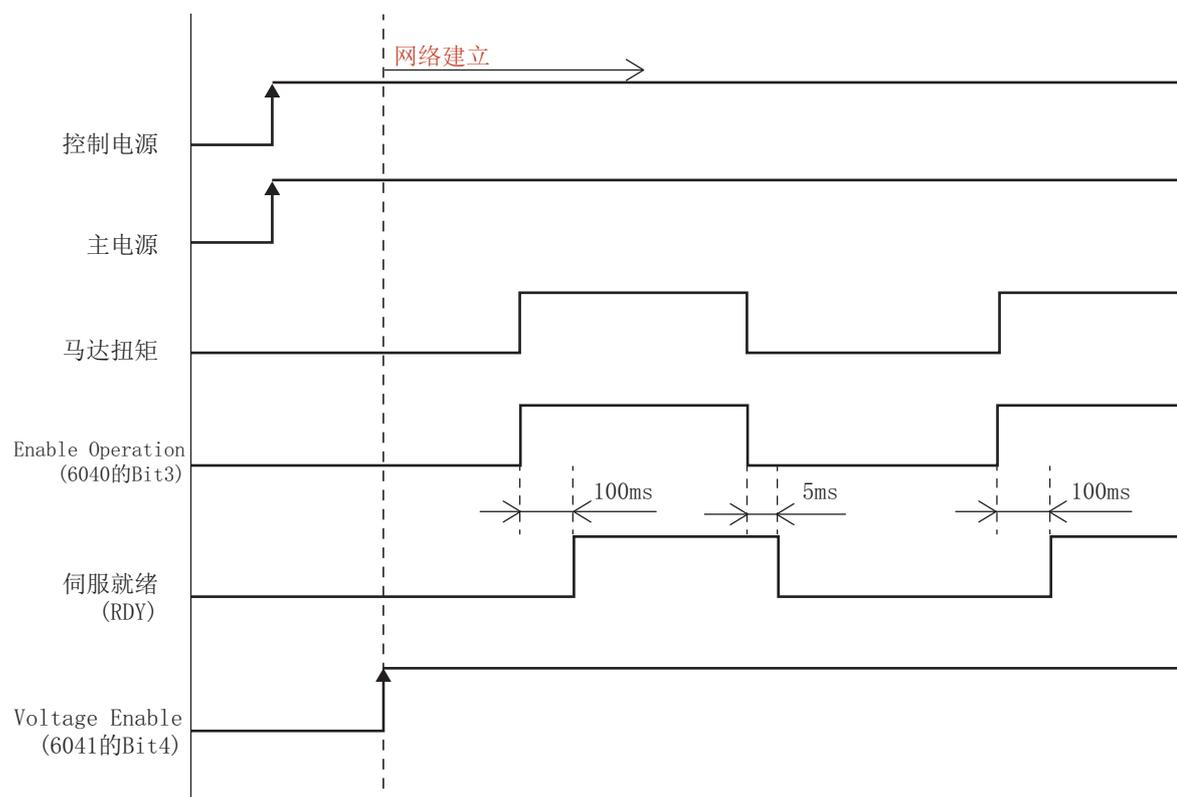

图2-8 时序图
- c. 在使用带有制动的马达的情况下, 请在使马达动作之前切实地解除制动。在未解除制动就使得马达动作的情况下, 恐会导致马达烧损, 所以请在参照「图 2-8 时序图」的基础上, 注意时机。